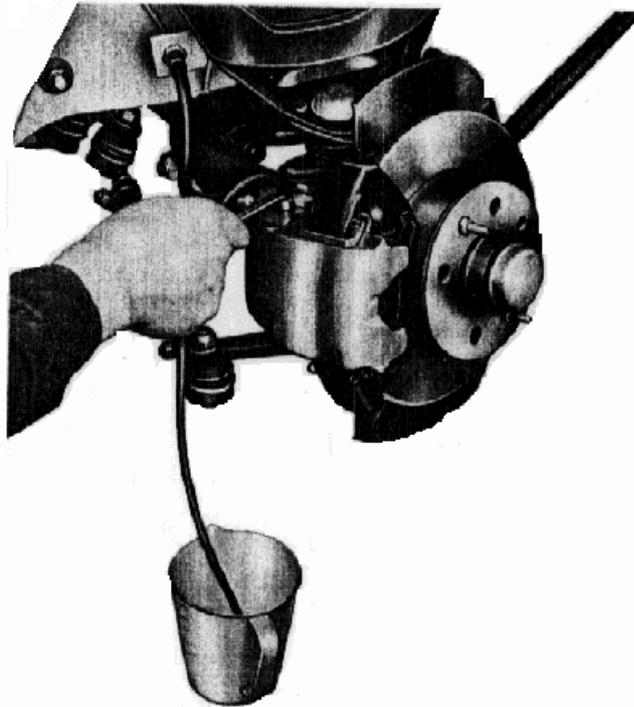

Fig.1 Purge d'air du circuit hydraulique de freinage de la roue AV droite.
3. Emmancher sur le purgeur de tube en caoutchouc dont le bout inférieur sera plongé dans le récipient transparent prévu, contenant déjà en partie du liquide du même type utilisé dans le circuit (fig.1).